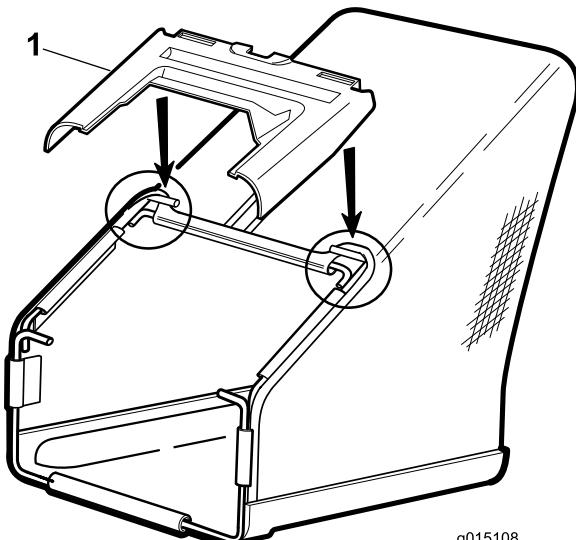

Figura 5
- 3. Installate il coperchio di plastica sul telaio del cesto come mostrato in Figura 5.